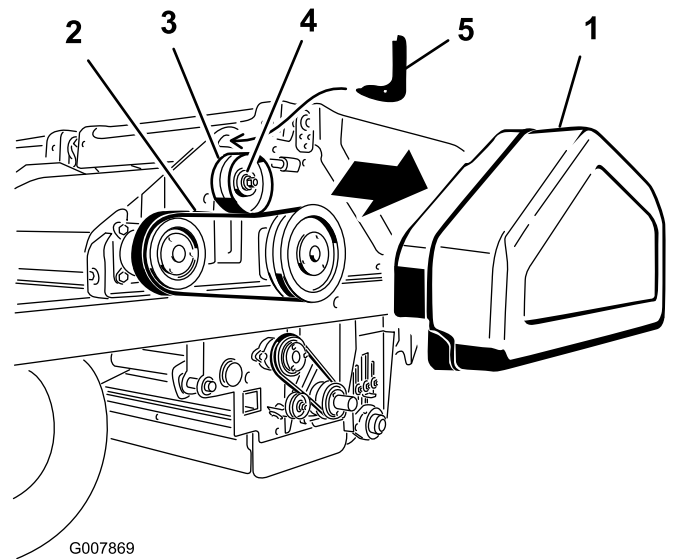

Figure 59
1. Retirez le couvercle de courroie (Figure 59).
2. Desserrez l'écrou sur la poulie de tension (Figure 59).
3. Insérez le bout crochu du tendeur de courroie dans le trou au-dessus de la poulie de tension (Figure 59). Appuyez le bas courbe de l'outil sur la poulie de tension.
4. Insérez l'embout d'entraînement d'une clé dynamométrique de 1/2" dans le trou du tendeur de courroie (Figure 59).
5. Tournez le tendeur vers vous jusqu'à obtention d'un couple de 5,7 Nm, puis tout en maintenant ce couple, serrez l'écrou de la poulie (Figure 59).